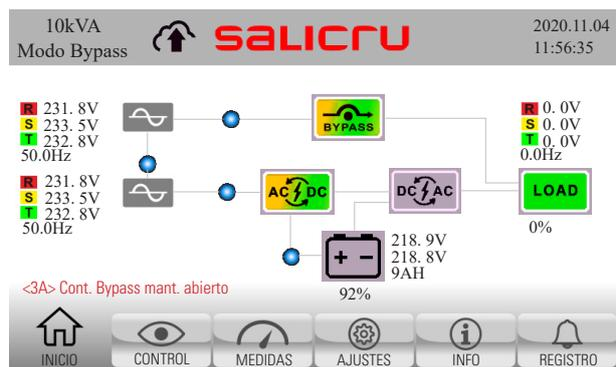

Fig. 36. Pantalla principal del Panel de Control con advertencia de contacto bypass manual abierto.
4. El equipo informa, a través de la pantalla principal, del estado actual con la advertencia <3A>"Cont Bypass mant. Abierto". Ver Fig. 36.
7. Comprobar que el SAI suministra tensión a la Salida por el interruptor de bypass de mantenimiento y por el bypass estático simultáneamente: verificar que el SAI esté en modo bypass y la alarma <3A> presente "Cont Bypass mant. Abierto", y el sinóptico en la pantalla principal del panel de control como el que se muestra en Fig. 36.